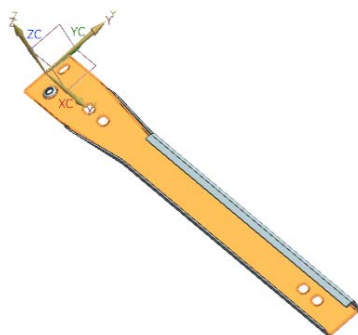

图 10-76 选择草绘平面
(2) 设置“横截面”为“V 形”，“深度”为 3，“半径”为 13，“端部条件”为“锥孔”，“拔模距离”为 10，勾选 ☒ **筋边倒圆** 复选框，输入“凹模半径”为 0.2。
(3) 单击“截面”列表框中的“绘制截面”按钮，选择如图 10-76 所示的面为草图